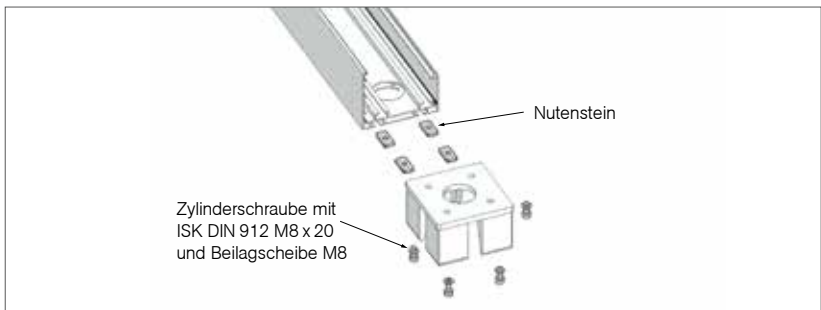

Abb. 11
- » Endkappen mit vier Schrauben M8x20 und Beilagscheibe M8 an den vier Nutensteinen befestigen (Abb. 11)